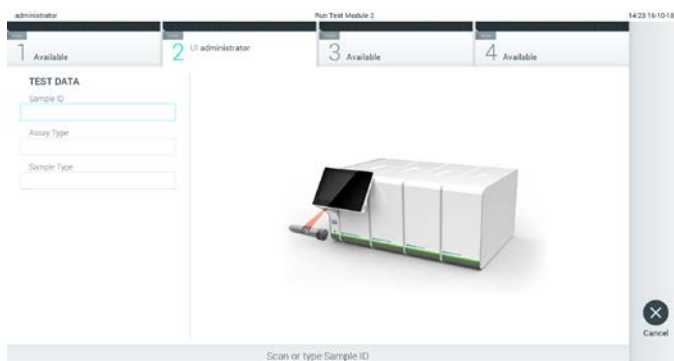

図 23. サンプル ID バーコードをスキャン。
2. 指示されたら、操作モジュールに内蔵のバーコードリーダーを使用してサンプル ID バーコードをスキャンします（図 23）。